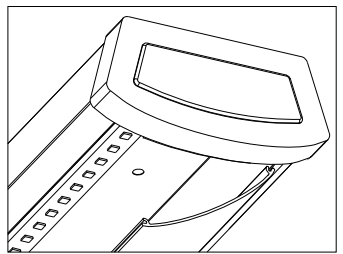

Figure 2
6. Soulever le boîtier (2) du ballast d'une main et de l'autre placer les fils dans la boîte de jonction.
8. Pour installer le diffuseur (4) : Insérer la fente du diffuseur dans le bord du boîtier (voir la figure 2). Serrer délicatement le diffuseur pour enclencher le côté opposé. Continuer ainsi le long du diffuseur jusqu'à ce qu'il soit complètement enchâssé dans le boîtier.
6. Hold Fixture Housing (2) in one hand and with the other hand position wires up into junction box.
8. To install diffuser (4) - starting at one end of housing, insert diffuser slot onto edge of housing- See Fig. 2. Carefully squeeze diffuser to engage opposite side with housing. Continue this action down length of diffuser until fully installed onto housing.